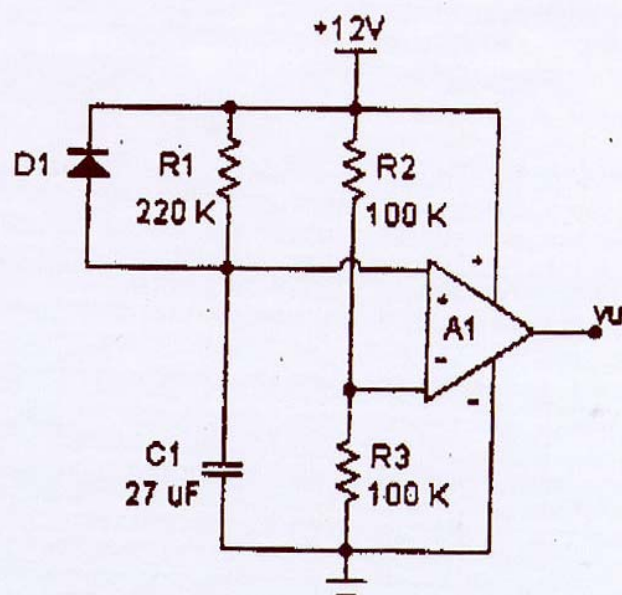
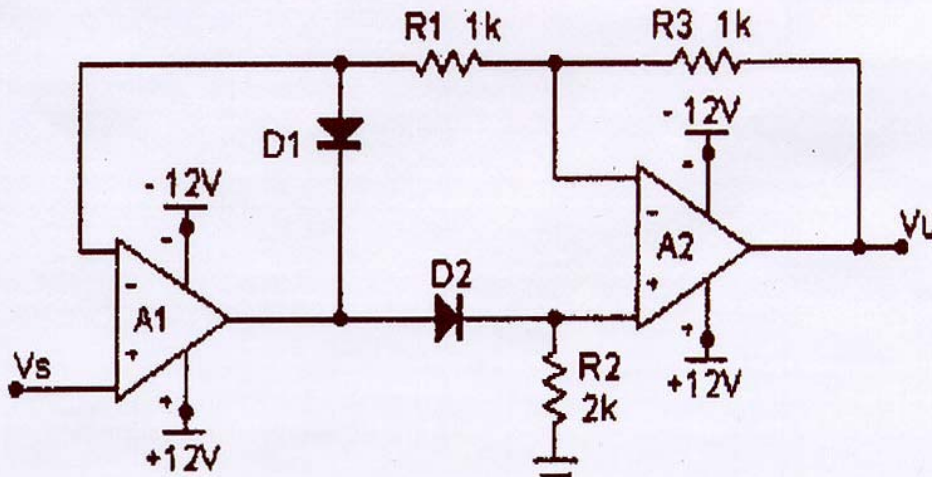
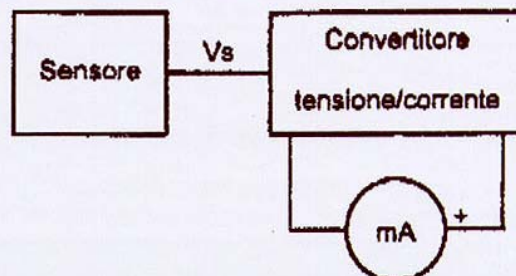

Figura 1
Figura 2
Figura 3
Per determinare la tensione  $V_0$ , proporzionale alla RH %, si fa riferimento allo schema di figura 3 composto dai seguenti blocchi:
Sono assegnati i circuiti di Figura 1 e Figura 2 e lo schema a blocchi di Figura 3.
- Relativamente alla Figura 1
- Relativamente alla Figura 2
- Relativamente alla Figura 3, che rappresenta lo schema a blocchi di un termometro analogico adatto ad operare nel campo di temperature comprese tra 0 e 100 °C,